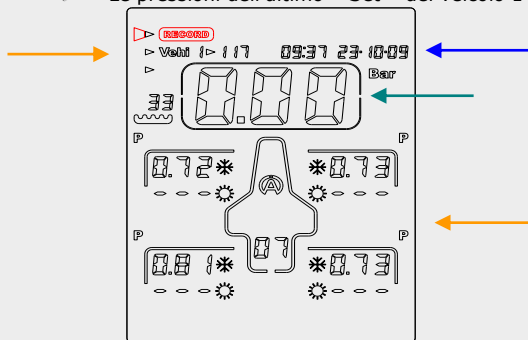

Figura 1
- 1) Con i 4 tasti  , selezionare l'icona « **RECORD** » (figura 1)